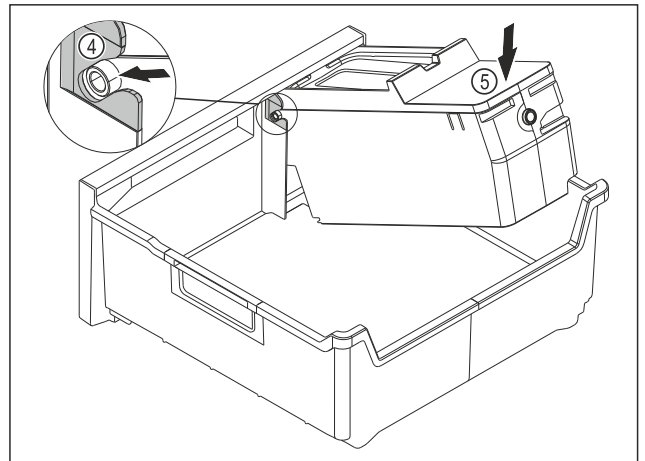

Fig. 82
- Montare il corpo dell'EasyTwist-Ice: Inserire gli assi del corpo dell'EasyTwist-Ice nelle guide Fig. 82 (4).
- Spingere il corpo dell'EasyTwist-Ice Fig. 82 (5) posteriore verso il basso.